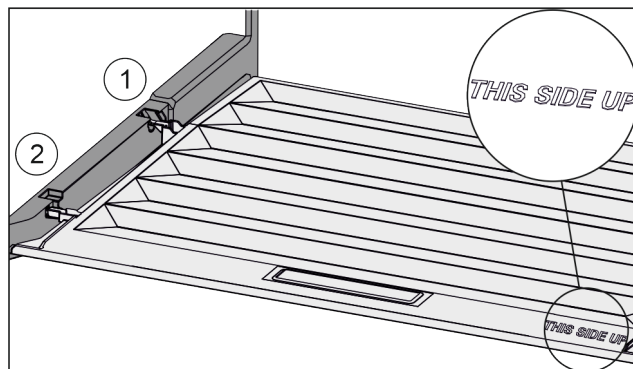

Fig. 42
- ▶ Пъхнете шийките на капака през отвора в задния държач Fig. 42 (1) и фиксирайте отпред в държача Fig. 42 (2).